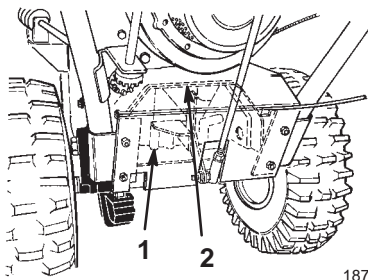

Figure 35
9. Desserrez les quatre boulons à embase (deux de chaque côté) qui fixent le bâti de la transmission au bâti du moteur (Fig. 35 et 36).